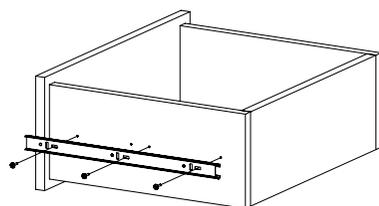

Рис.9
8. Закрепите внутренние планки направляющих на деталях 7 и 8 шурупами 3,5х16 (Рис. 9).